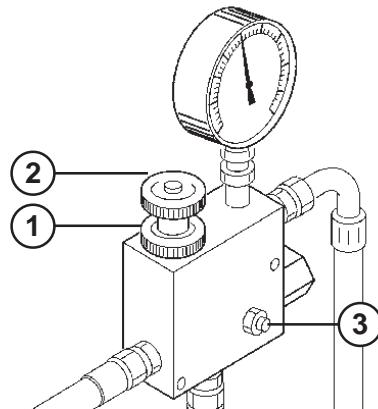

fig. 34
Wenn man die Gebläseumdrehungen für die Verteilung von schwereren Dünger erhöhen will, mit Vorsicht und Achtung wie folgt vorgehen (Abb. 34):
- Sicherung vom Regelventil (1, Abb. 34) lockern;
- Regelventil (2, Abb. 34) im Uhrzeiger- oder Gegensinn drehen um den Druck zu senken oder zu erhöhen und daher die Gebläseumdrehungen zu ändern.